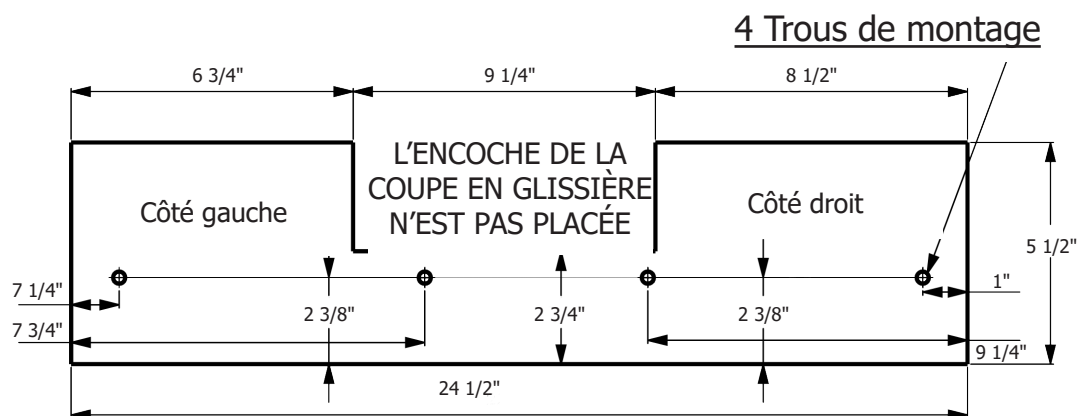

Figure 38
Voir la Figure 38 pour les dimensions du guide auxiliaire.
6. L'entaille illustrée dans la Figure 38 **DOIT** être découpée afin de pouvoir effectuer des coupes en glissière en utilisant le guide auxiliaire.